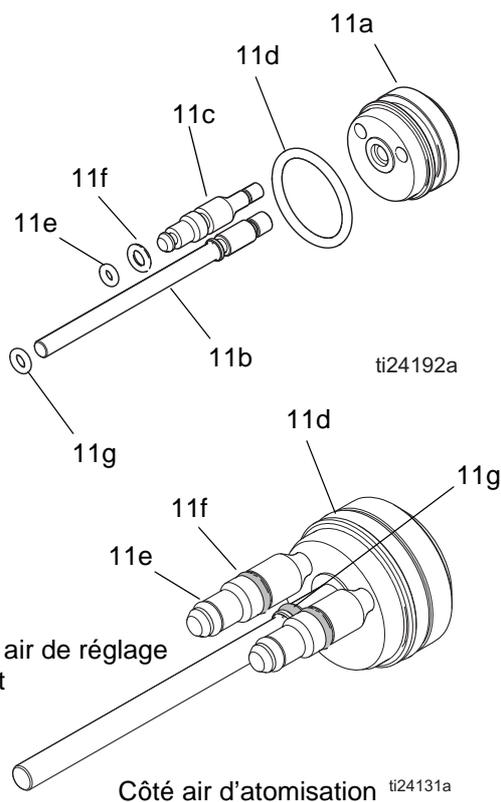

FIG. 33 . Joints toriques du piston
4. Retirez la tête du piston (13) et le ressort (12) de l'arrière du pistolet.
5. Poussez sur la tige du piston (11) pour sortir le piston par l'arrière du pistolet.
6. Contrôlez si les joints toriques (11d, 11e, 11f, 11g) sont endommagés. Consultez le Tableau 3 et la FIGURE 33.
8. Placez les deux axes (11c) en face des trous pratiqués dans le corps du pistolet et poussez le piston à l'arrière du pistolet jusqu'en butée. Remontez la tête du piston (13) et le ressort (12).